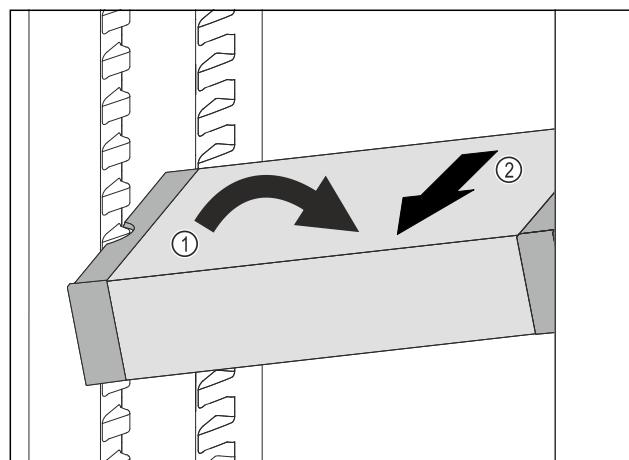

Fig. 129
- Расположите VarioSafe в холодильном отделении под наклоном. Fig. 129 (1)
- Извлеките VarioSafe движением вперед. Fig. 129 (2)